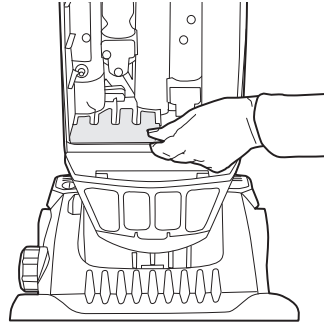

Fig. 1
2. Retire el filtro secundario deslizándolo hacia fuera desde debajo del soporte de la bolsa (Fig. 1).